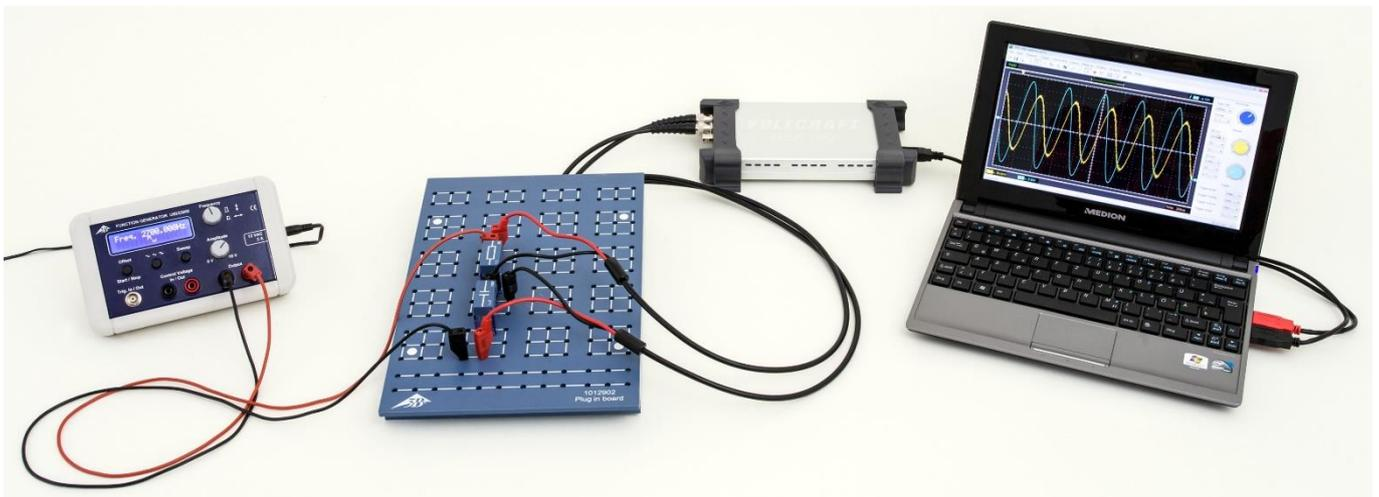

Fig. 1: Disposition pour mesure
- Monter l'agencement de mesure (Fig. 1) conformément au schéma de branchement (Fig. 2) avec la résistance $R=1\ \Omega$ et l'un des condensateurs $C=1\ \mu\text{F}$.